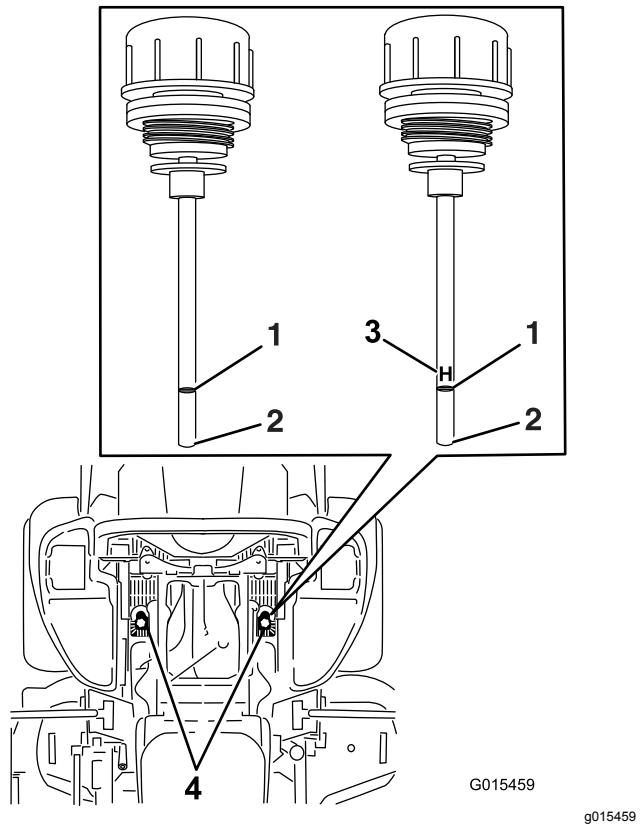

Bild 92
6. Reinigen Sie den Bereich um die Peilstabe der Hydraulikanlagenbehälter (Bild 92).
7. Nehmen Sie einen Peilstab aus dem Hydraulikbehälter heraus (Bild 92).
9. Ziehen Sie den Peilstab heraus und schauen Sie das Ende an (Bild 92).